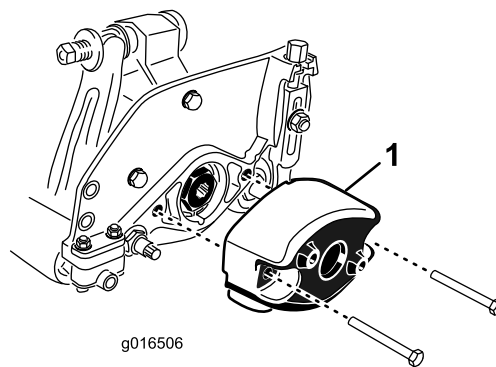

Figura 9
1. Togliete i 2 bulloni che fissano il contrappeso all'estremità sinistra dell'apparato di taglio. Togliete il contrappeso (Figura 9).
5. Sull'estremità destra dell'apparato di taglio applicate un leggero strato di olio sull'O-ring e montate il contrappeso con i bulloni rimossi in precedenza (Figura 9). Serrate i bulloni a 16–20 N·m.